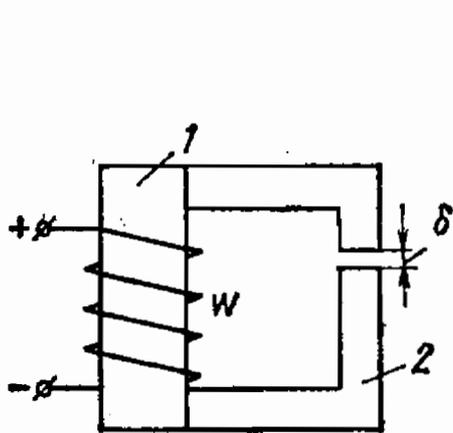

Рис. 9.14
9.14. Незамкнутый магнитопровод катушки состоит из двух различных по сечению участков 1 и 2 (рис. 9.14). Определить ток в обмотке катушки, если в зазоре магнитная индукция $B_0 = 1 \text{ Т}$, длина участка с сечением $S_1 = 1 \text{ см}^2$ $l_1 = 4 \text{ см}$, длина участка с сечением $S_2 = 0,5 \text{ см}^2$ $l_2 = 7 \text{ см}$, воздушный зазор $\delta = 0,1 \text{ мм}$. Число витков обмотки $\omega = 100$. Материал магнитопровода — сталь Э42. При расчете рассеянием пренебречь и магнитное поле в зазоре считать равномерным.